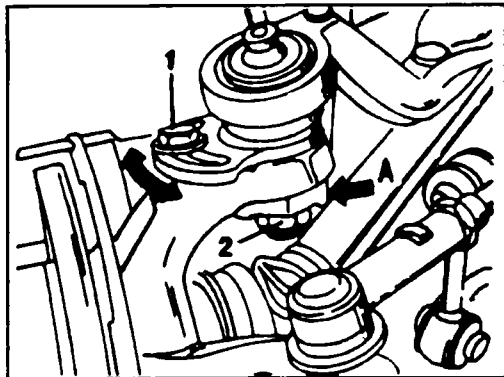

Рис. 7.25 Элементы для регулировки угла наклона колеса А - эксцентриковая шайба, 1 - блокирующий пальца
- ◆ Ослабьте болт блокирующий регулировочный эксцентрик (1, рис. 7.25), а снизу шарового шарнира ослабьте гайку (2).